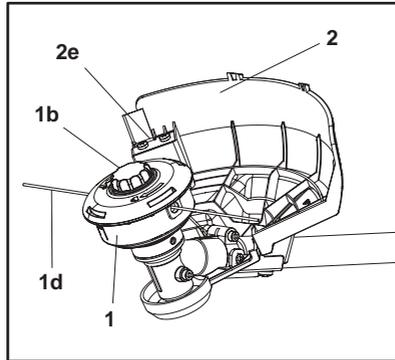

Fig. 38
1. Golpee suavemente el paragolpes (1b) sobre suelo sólido y el cabezal de recorte (1) soltará los hilos de recorte (1d).
2. La cuchilla (2e) cortará el hilo sobrante (Fig. 38).